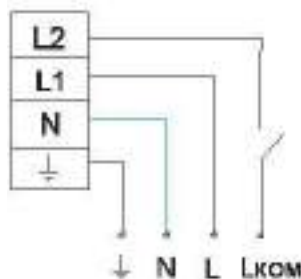

Рис.2
- 3.6 Если предполагается включать и выключать светоизлучающие диоды в светильнике в рабочем режиме, то удалите перемычку L1-L2, и присоедините фазовый провод коммутируемой сети к клемме L2 (см. рис. 2).